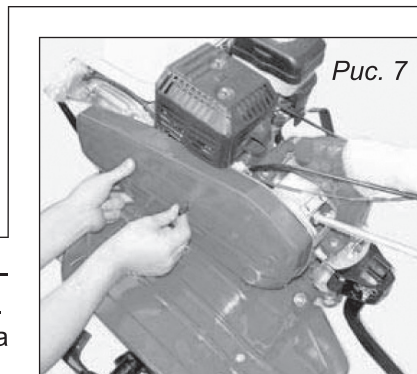

Рис. 7
9. Проверьте натяжение ремней, затем установите защитный кожух (рис. 7).